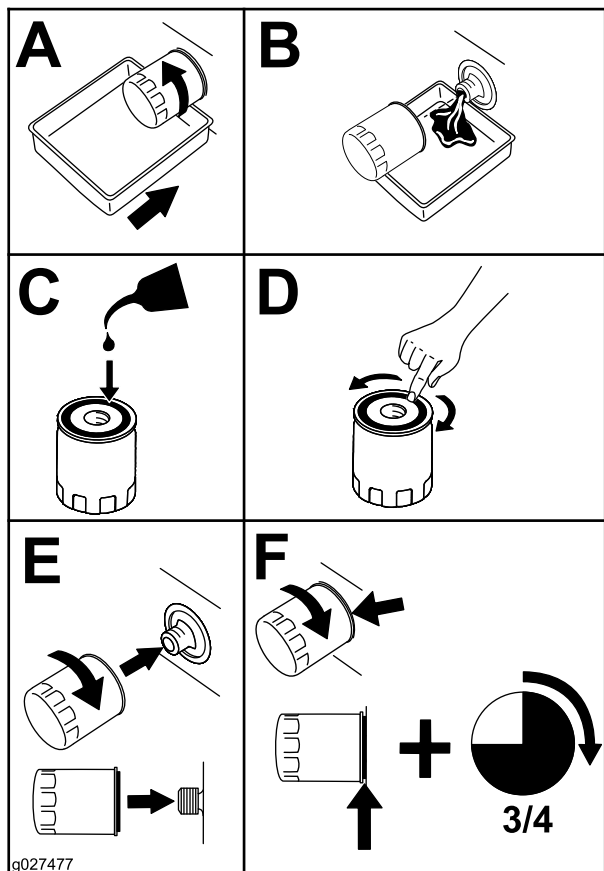

Figure 67
2. Remplacez le filtre à huile moteur (Figure 67).